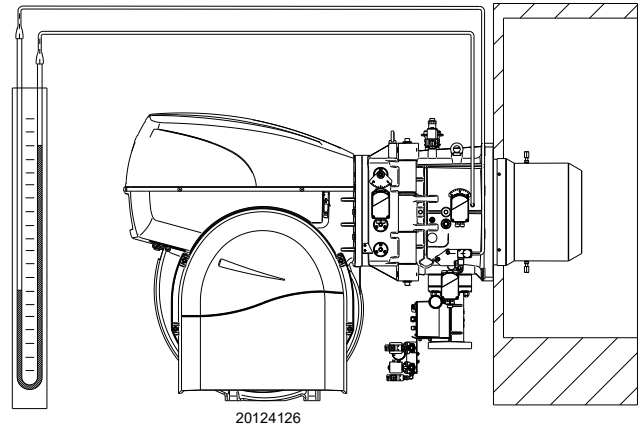

Abb. 35
- Montieren Sie ein U-Rohr-Manometer (Abb. 35), mit Entnahmestelle (+) am Gasdruck der Muffe und (-) in der Brennkammer. Damit soll annäherungsweise die Höchstleistung des Brenners ermittelt werden.
Das U-Rohr-Manometer (Abb. 35) zeigt den Gaseintritt an der Muffe an.